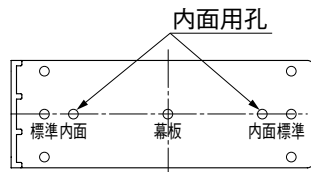

図13-3 固定ネジ治具
- 床板目地ピッチは約5mmです。付属の固定ネジ治具を利用してください。(図13-3参照)
⑦ 床板間に固定ネジ治具をはさみ、「内面」と刻印してある下孔を使い(図13-3参照)、φ4.5下孔(床板のみ)とφ9サラ取りをしてください。
⑧ 内面床板を根太に、10-①で固定してください。